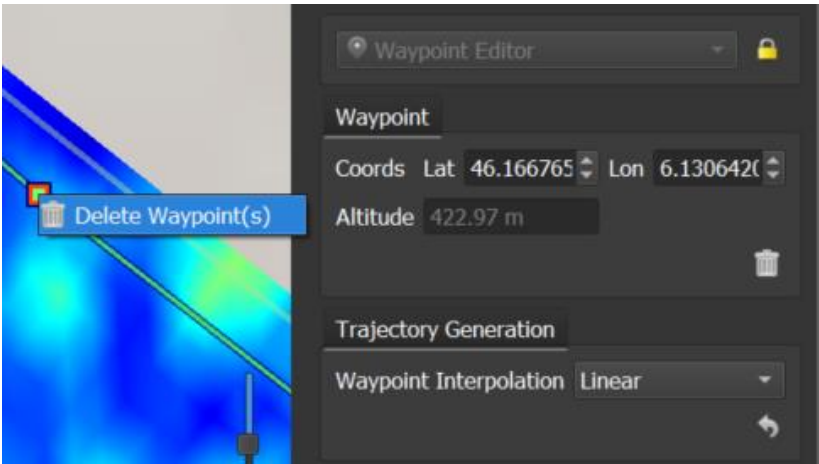

图 37 删除航点命令
可以单击轨道窗口上显示的删除按钮 （图 37）。
- 通过在选项“线性”、“样条”和“混合”中进行选择，从轨迹生成选项卡（图 37）修改航点插值模式。